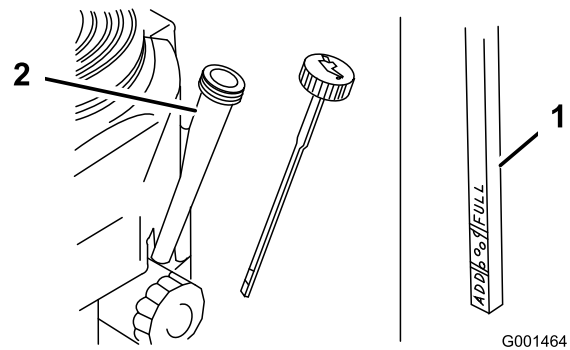

Figure 17
3. Nettoyez la surface autour de la jauge d'huile (Figure 17).
4. Retirez la jauge d'huile et essuyez soigneusement l'extrémité (Figure 17).
5. Insérez la jauge au fond du tube, sans la visser dans le goulot de remplissage (Figure 17).
6. Sortez de nouveau la jauge et examinez son extrémité. Le niveau d'huile doit se situer entre les repères minimum et maximum (Figure 17).